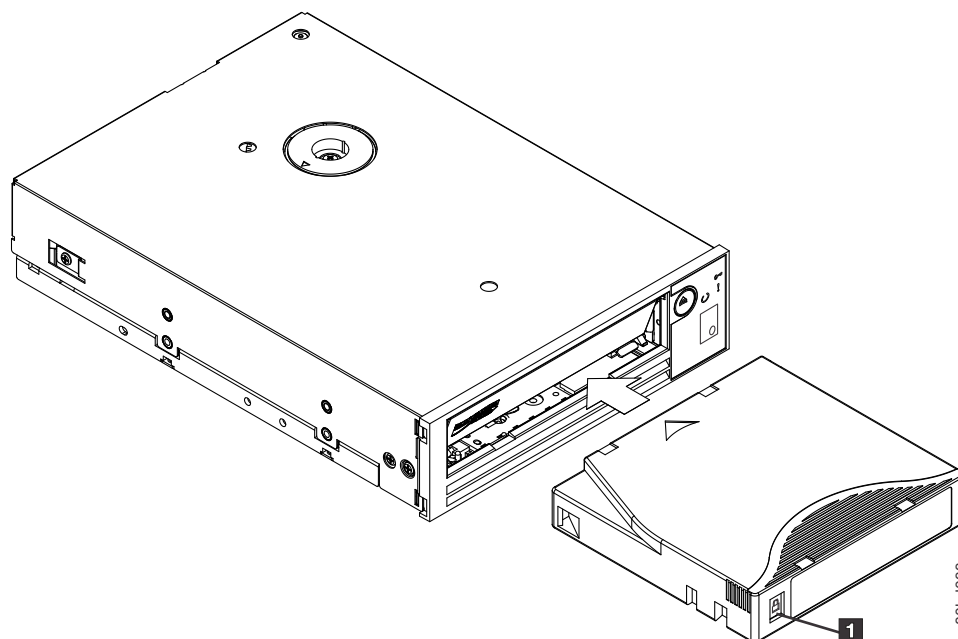

Figure 19. Chargement
4. Faites glisser la cartouche dans le compartiment de chargement de la bande (voir figure 19, à la page 20). Le lecteur de bande charge automatiquement la cartouche.